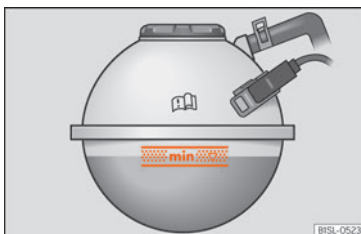

Fig. 154 I motorrummet: markering på kølevæskeekspansionsbeholder
- Aflæs kølevæskestanden på kølevæskeekspansionsbeholderen. Når elmotoren er kold, skal kølevæskestanden være inden for markeringerne »» **Fig. 154**. Når elmotoren er varm, kan kølevæskestanden være lidt over det markerede områdes øverste kant.